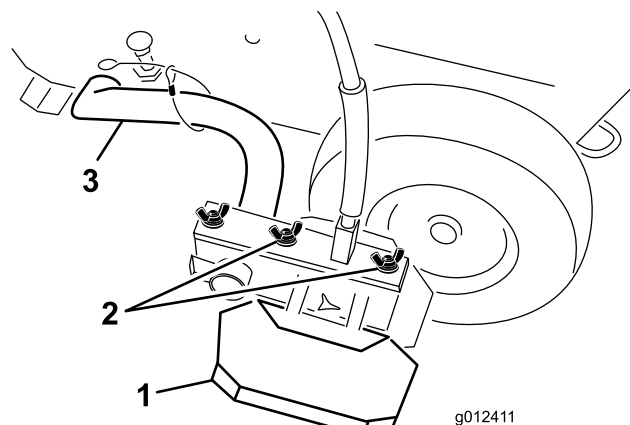

図 23
1. スプレー・シールドをブームのアームに固定している蝶ナットをゆるめる（図 23）。
2. ラインの幅が希望通りの幅になるようにシールド（図 23）の位置を調整する。各シールドが、ノズルから同じ距離になるようにすること。